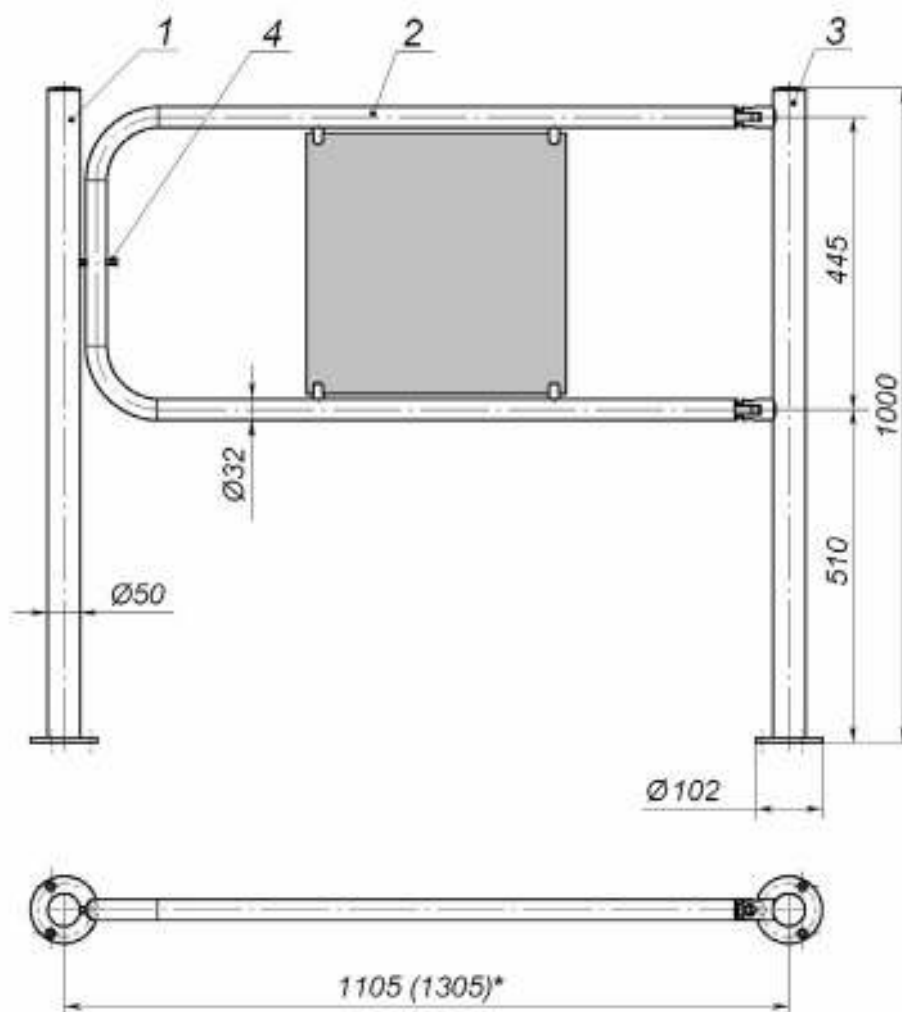
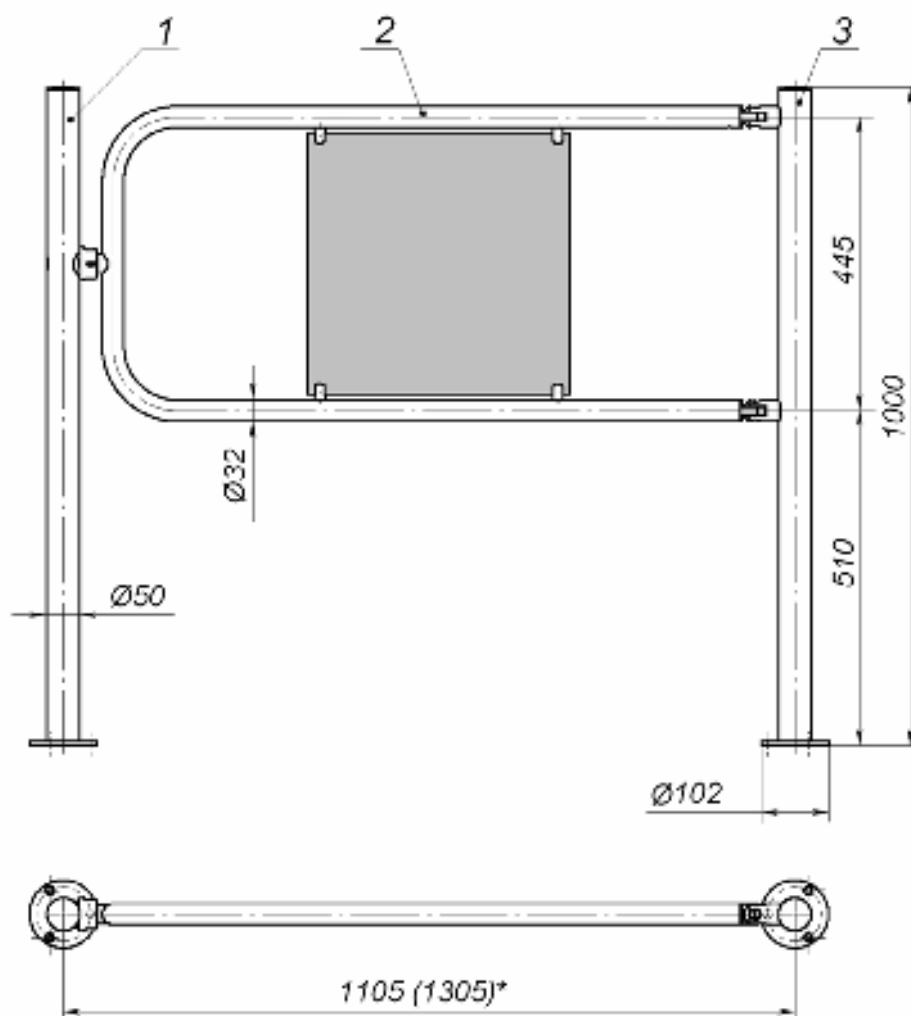

Рисунок 4 Поворотная секция ограждения с механическим УБ:
Рисунок 6 Автоматическая поворотная секция ограждения с электромагнитным УБ:
- **Поворотная секция ограждения**, предназначенная для формирования зоны прохода и организации аварийного выхода. Имеются две модификации – поворотная секция с механическим УБ (см. рисунок 4) и автоматическая поворотная секция с электромагнитным УБ (см. рисунок 6).